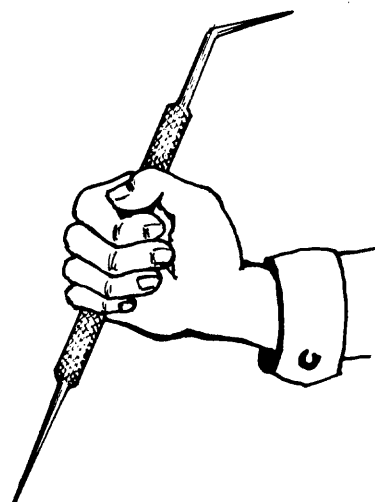

Fig. 2
- ___ a Tome el rayador con la otra mano, empuñándolo fuertemente (fig. 2).